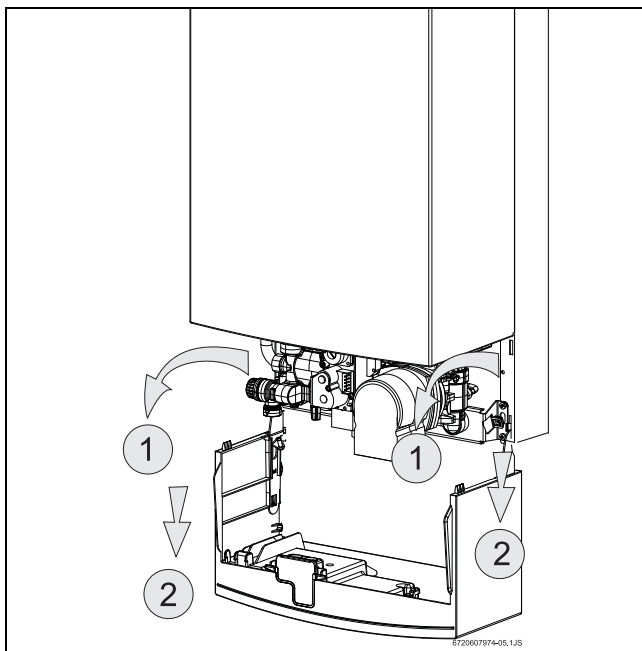

Fig. 8 Quadro comandi nella posizione di manutenzione.
- Tirare in avanti il quadro comandi, e farlo basculare verso il basso, come da Fig. 8.